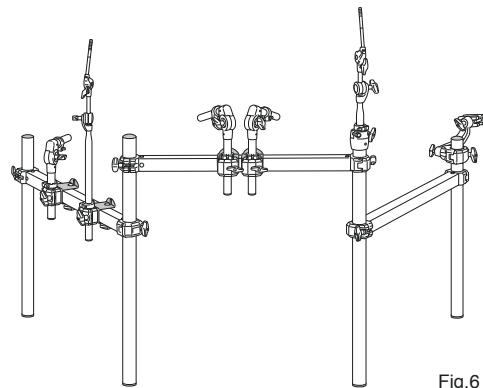

Fig.6
6. Basic Drum Rack assembly is complete (Fig.6). Install Tom Pads placing the 10" and 12" on the front bar and 14" on the side extension. Next, attach Cymbal Pads and Module to respective mounts. Adjust the height and position of all components as desired.
これでドラムラックの仮組みは終了です(Fig.6)。タムパッドやシンバルパッド、音源モジュールを取り付けた後に、高さや位置の微調整を行ってください。